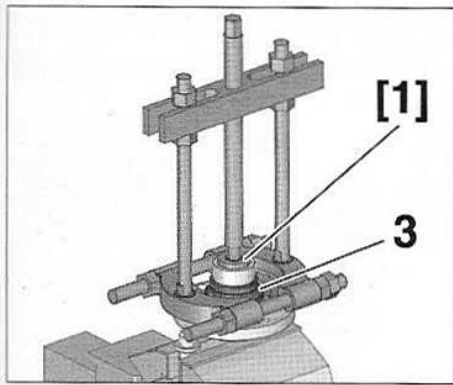

FIG.27
• Poser l'outil [1] au centre du moyeu et déposer la cage intérieure (3) du roulement à l'aide d'un extracteur (Fig.27).